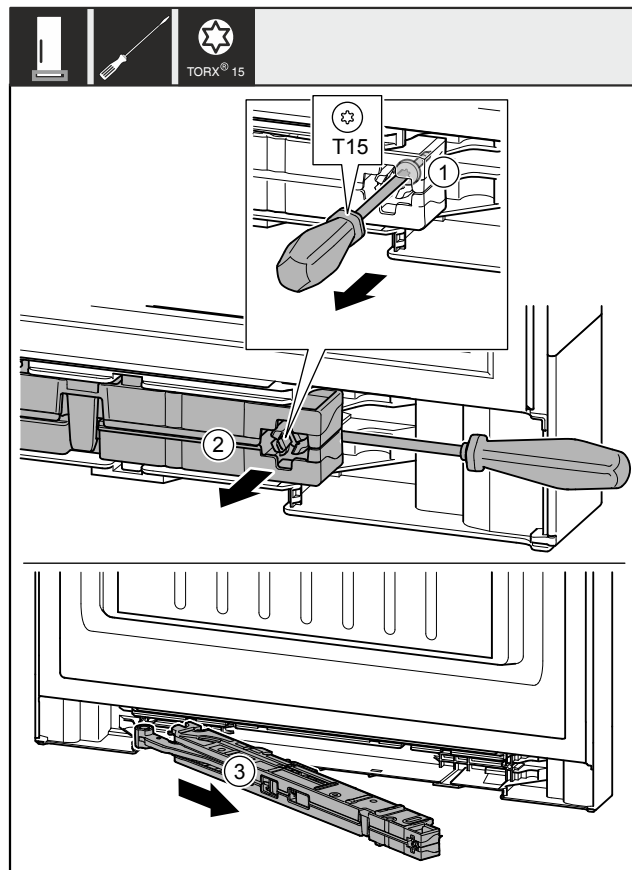

Fig. 12
- Afloje el tornillo Fig. 12 (1) de la unidad del amortiguador de cierre con un destornillador aprox. 14 mm.
- Haga palanca con un destornillador para sacar la unidad del amortiguador de cierre Fig. 12 (2) del lado del tirador hacia delante.
- Extraiga la unidad del amortiguador de cierre Fig. 12 (3).